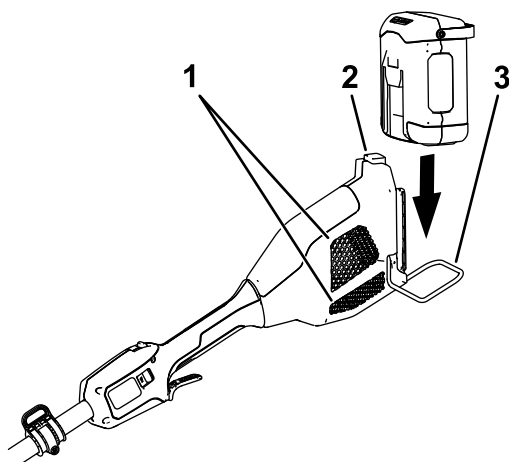

Figura 9
2. Asegúrese de que el protector de alambre está bajado y alinee el hueco de la batería con la lengüeta del alojamiento de la empuñadura (Figura 9).
3. Introduzca la batería en la empuñadura hasta la batería encaje en el enganche (Figura 9).